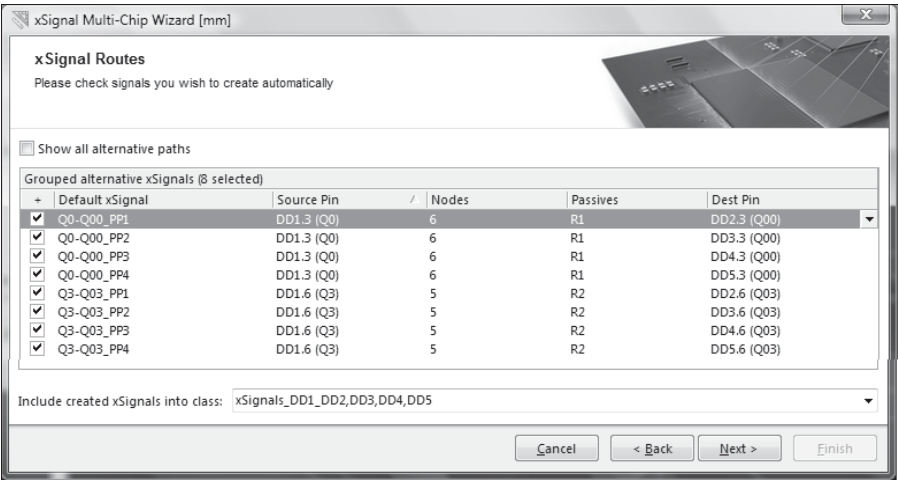

Рис. 6.46. Результат образования структур xSignal
5. По щелчку на кнопке **Next** запускается анализ выбранных связей, и в диалоговом окне «помощника» отображается предварительный список X-сигналов (**xSignal Routes**). В нашем случае это список ветвей двух разветвляющихся цепей, содержащих также последовательные согласующие резисторы R1 и R2 в стволе каждой из цепей до точки разветвления (рис. 6.46).